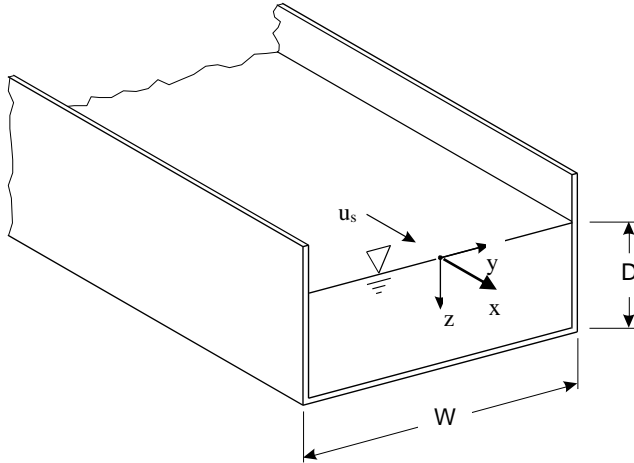

Fig. 2: Canal
- (25 P) Água escoia num canal com largura W e profundidade D (Fig. 2). A distribuição de velocidade foi dada hipoteticamente com as equações: